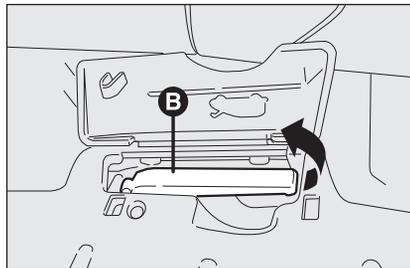

fig. 105
- tirare nel senso della freccia la leva di sgancio **B-fig. 105**;